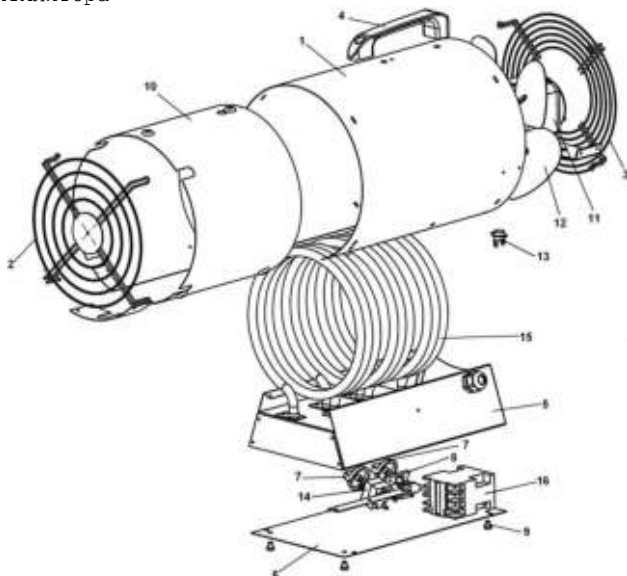

Рис.1
Соответствие положений ручки переключателя режимов работы (7) (рис.1) :
Переключатель 8(рис.1) на четыре положения предназначен для установления режимов работы.
Термостат 13(рис.1) отключает ТЭН в случае аварийного (ненормального) режима работы (перекрыто входное или выходное отверстие, перегрев вследствие остановки электродвигателя).
Терморегулятор (капиллярный термостат) 14 (рис.1) предназначен для автоматического поддержания температуры в помещении на заданном уровне. При достижении заданной температуры терморегулятор отключает нагревательный элемент, оставляя включенным вентилятор. При понижении температуры всасываемого воздуха на 3-5°C вновь включает нагрев.
Установить переключатель режимов работы (8) рис. 1 тепловентилятора положение «0» (отключено).
Переключатель режимов (8) рис.1 установить в выбранный режим. Установка режима автоматического поддержания температуры для тепловентилятора выставляется следующим образом:
Ручку (7) терморегулятора (14) рис.1 повернуть против часовой стрелки до упора;
Переключатель режимов работы (8) рис. 1 установить в положение нагрева. В этом случае тепловентилятор работает в режиме вентилятора. Плавно поворачивать ручку (7) терморегулятора (14) рис.1 по часовой стрелке до щелчка включения терморегулятора, который произойдет при совпадении уставки терморегулятора с температурой окружающего воздуха. Повернуть ручку (7) терморегулятора (14) рис. 1 по часовой стрелке еще на некоторый угол. Терморегулятор не имеет отградуированной шкалы по температуре и установка ручки на желаемую температуру в помещении уточняется (определяется) потребителем в процессе эксплуатации.
установить переключатель режимов работы (8) рис. 1 в режим вентилятора «1». В этом режиме крыльчатка будет вращаться, а ТЭН будет отключен.
установить переключатель режимов (8) рис. 1 в положение «0» - отключено. В случае длительного перерыва в работе тепловентилятора вынуть вилку шнура питания из розетки.
- переключатель режимов работы (8) рис. 1 установить в положение «0» (отключено);
- переключатель режимов (8) рис. 1 установить в положение «1» (вентилятор)
- переключатель режимов (8) рис. 1 установить в положение «1» (вентилятор) и по наличию воздушного потока убедиться во вращении крыльчатки (12). После этого можно включить нагрев.